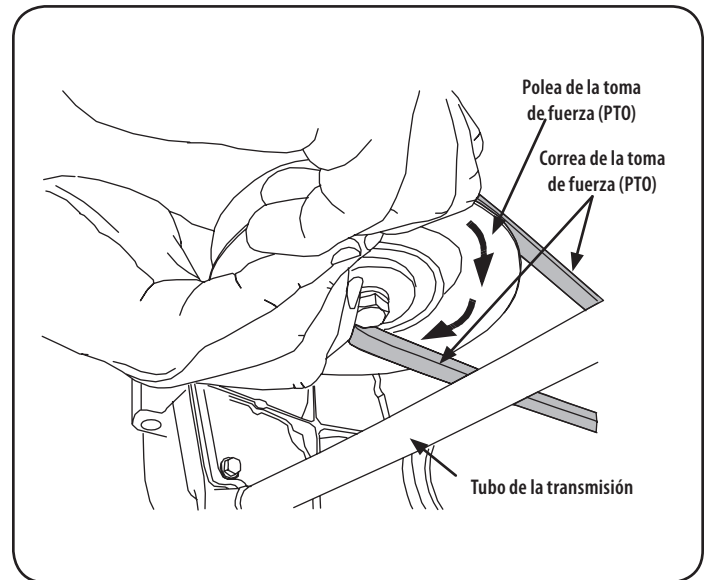

Figura 32
- d. Mientras sostiene la correa hacia abajo, siga girando la polea del PTO hasta que la correa se deslice fuera de la polea. Consulte la Figura 32.
11. Tire del lado derecho de la correa hacia atrás y colocar el lado estrecho V de la correa en la polea del PTO. Ver Figura 32.
12. Mientras sostiene la correa y la polea juntas, rote la polea hacia la izquierda (Ver Figura 32). Continúe oprimiendo y girando la polea y la correa hasta que la correa esté totalmente enrollada en la polea del PTO.